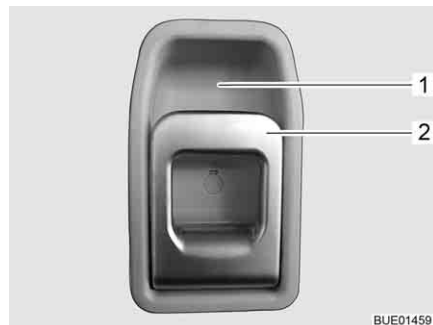

Fig. 44 Cerradura de la puerta de entrada, en el interior
- Tirar del tirador (Fig. 44,2). Se desbloqueó la cerradura de la puerta.
- Presionar la parte superior del tirador (Fig. 44,2) hacia el alojamiento del tirador (Fig. 44,1).